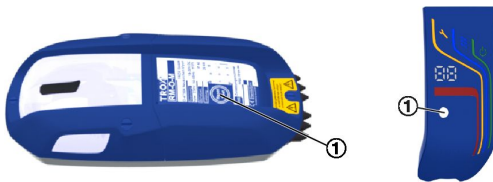

Abb. 20: Test-/Reset-Taster
1. ▶ An der Rauchauslöseeinrichtung oder am Anzeigemodul [Test/Reset] (Abb. 20/1) kurz betätigen.
4. ▶ An der Rauchauslöseeinrichtung oder dem Anzeigemodul [Test/Reset] (Abb. 20/1) betätigen.
- ▶ An der Rauchauslöseeinrichtung oder am Anzeigemodul [Test/Reset] (Abb. 20/1) betätigen.